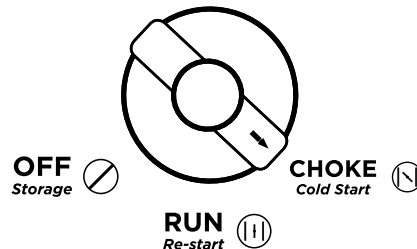

Figura 7: Gire el interruptor del motor / combustible a la posición de CHOKE
4. Para el arranque en frío, gire el interruptor de control del motor / combustible a la posición de CHOKE (vea la Figura 7). Nota: si está reiniciando, gire la perilla a RUN.